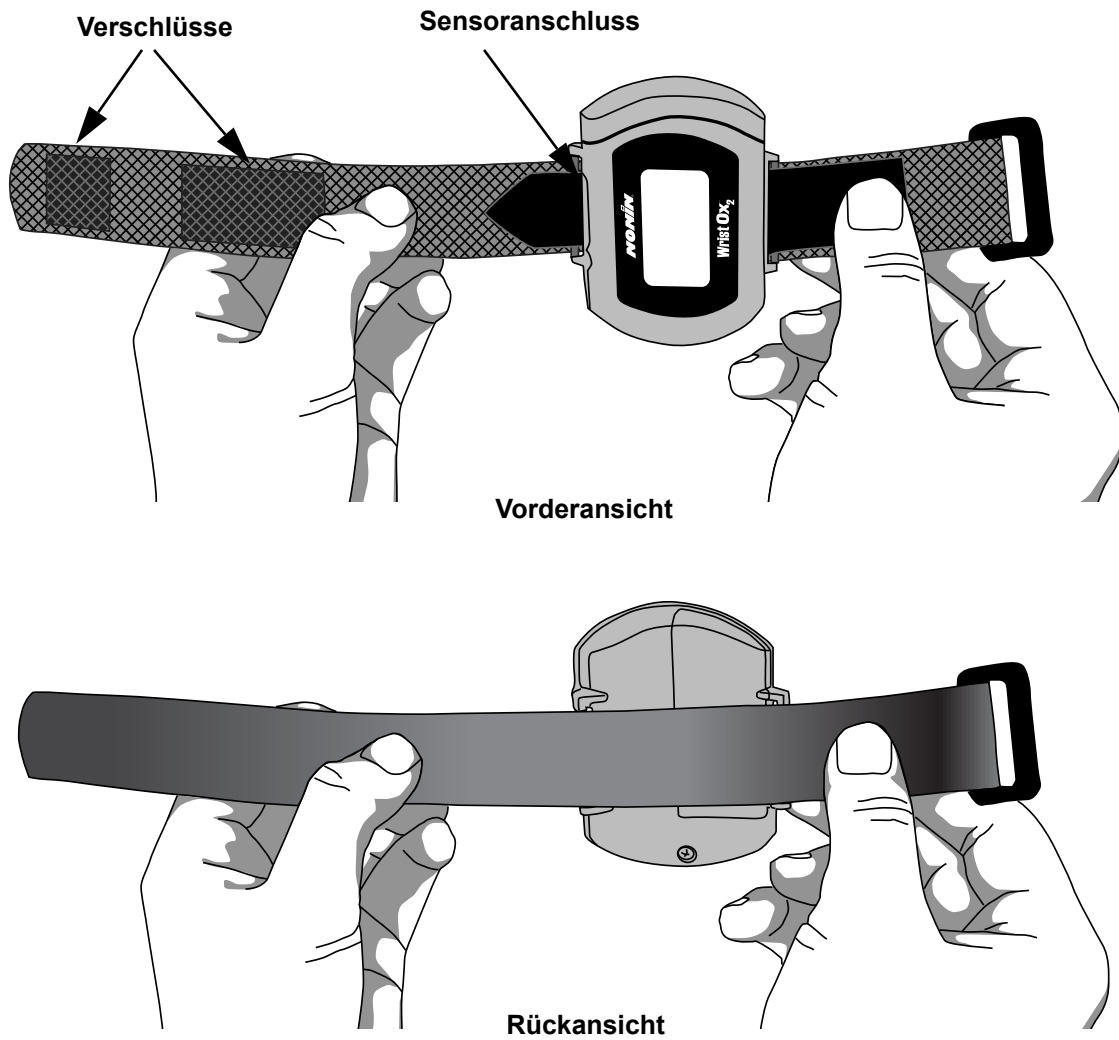

Abbildung 9: Gerät mit angebrachtem Handgelenkband (Vorder- und Rückansicht)
In den Abbildungen 7 und 8 wird gezeigt, wie das Handgelenkband am Gerät befestigt wird. Abbildung 9 zeigt die Vorder- und Rückansicht des angebrachten Handgelenkbandes.
1. Sicherstellen, dass das Handgelenkband richtig am Gerät angebracht wurde (Abbildung 9). Falls das Handgelenkband nicht am Gerät befestigt ist, muss es gemäß den Anweisungen im Abschnitt „Anbringen des Handgelenkbandes“ befestigt werden.